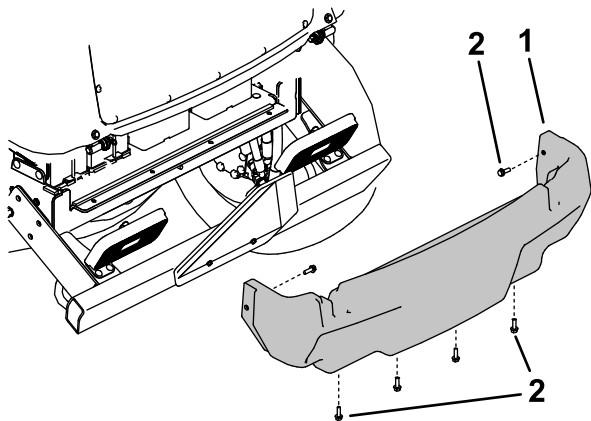

Bild 109
- Entfernen Sie die sechs Bundkopfschrauben, mit denen die hintere Abdeckung am Rahmen befestigt ist, und nehmen Sie die hintere Abdeckung ab (Bild 109).
4. Montieren Sie die hintere Abdeckung (Bild 109).